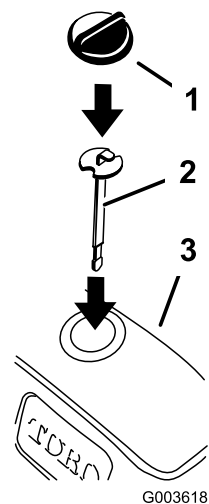

Figura 37
3. Inserite la nuova asta di livello e controllate il livello del idraulico (**Figura 37**).